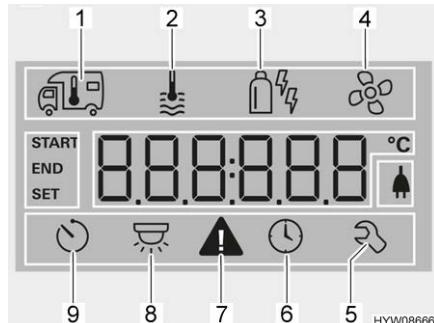

Fig. 140 Display (centralina di controllo)
- Ruotare la manopola/il pulsante (Fig. 139,6), finché il simbolo del menu del riscaldamento (Fig. 140,1) lampeggiava.
- Ruotare la manopola/il pulsante (Fig. 139,6), finché il simbolo del menu relativo all'acqua calda (Fig. 140,2) lampeggiava.
- Ruotare la manopola/il pulsante (Fig. 139,6), finché il simbolo del menu relativo alla modalità di funzionamento (Fig. 140,3) lampeggia.
- Ruotare la manopola/il pulsante (Fig. 139,6), finché il simbolo del menu delle ventole (Fig. 140,4) lampeggia.
- Ruotare la manopola/il pulsante (Fig. 139,6), finché il simbolo del menu del timer (Fig. 140,9) lampeggia.
- Premere la manopola/il pulsante. Il timer è attivato. Il simbolo del timer (Fig. 140,9) lampeggia quando il timer è programmato e attivo.
In caso di avviso, il relativo simbolo lampeggia (Fig. 140,7). Il riscaldamento rimane in funzione. Se si tratta solo di un guasto temporaneo, il simbolo di avvertimento si spegne autonomamente.